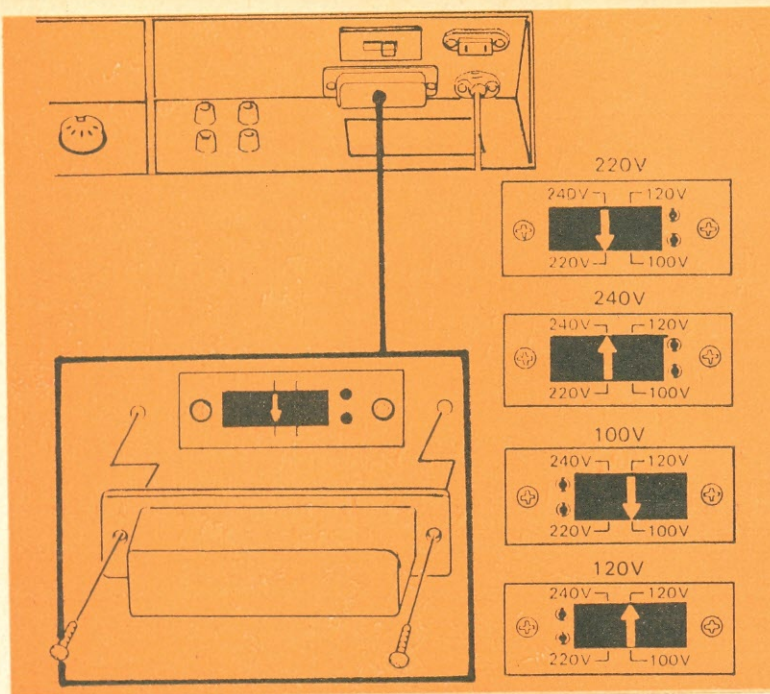

FIG. 1 — Para mudarmos o ajuste da tensão da rede C.A., temos que retirar o protetor plástico que cobre o seletor.
g) Seletor de tensão — é do tipo de plugue encaixável, possibilitando quatro valores de tensão da rede (100, 120, 220 e 240 V). A indicação da tensão é feita por meio de uma seta existente no plugue (ver Fig. 1).